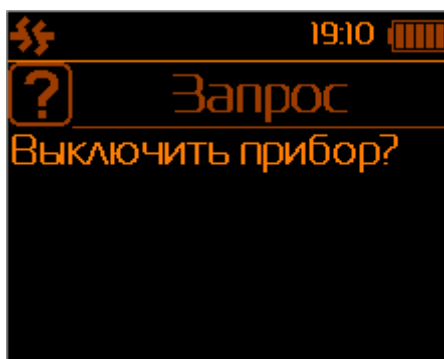

Рис.31 – Запрос на дисплее выключения прибора
2.8. Выключение прибора осуществляется нажатием кнопки 11 (Рис.1), при этом на дисплей выводится запрос «Выключить прибор?» (Рис.31). Выключение прибора осуществляется нажатием кнопки «ОК». Все записанные в память БОИ-01 данные и установки сохраняются. Данные хранятся в энергонезависимой памяти в течение 10 лет даже в случае разряда и при замене батареи питания БОИ-01.